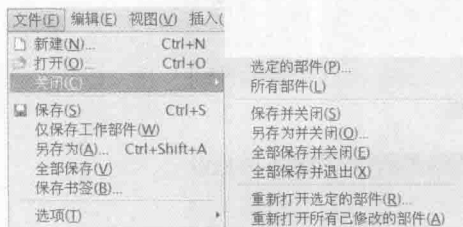

图1-7 “重新打开选定的部件”界面
(4) 重新打开选定的部件。在菜单栏中单击【文件】→【关闭】→【重新打开选定的部件】命令,如图 1-7 所示(或选择【重新打开所有已修改的部件】,也可以打开以前打开过的文件)。